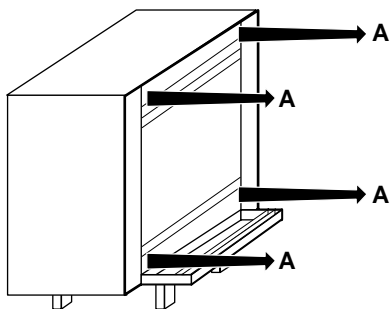

fig. 3
1. Demonteer het voorfront door de schroeven A te verwijderen en daarna het voorfront aan de bovenzijde naar voren te trekken (zie fig. 3).